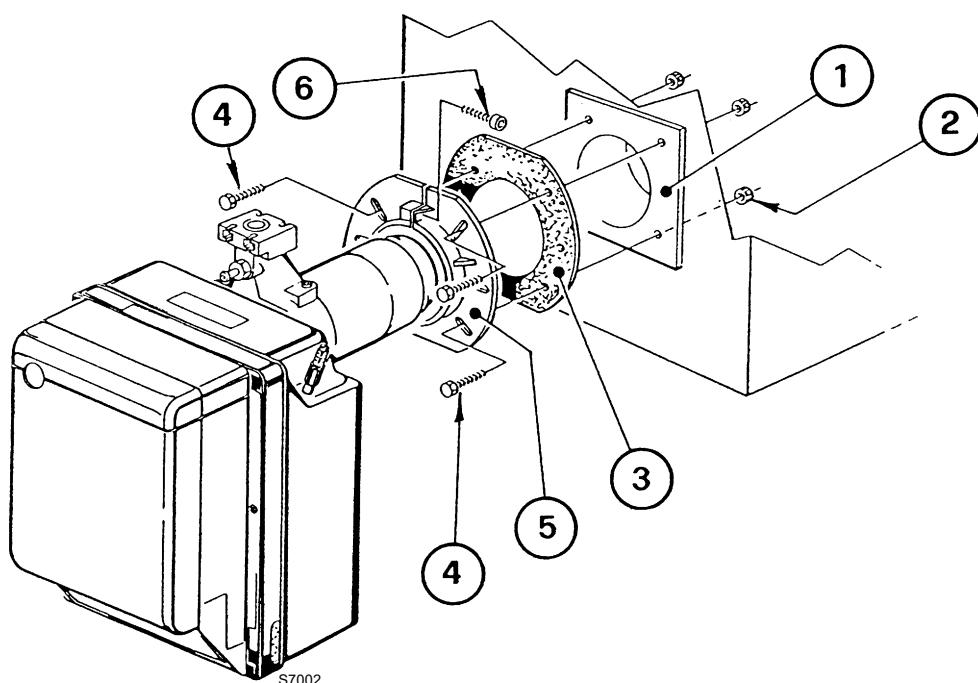

**Fig. 9**
- Ensanche, si fuese necesario, los orificios de la junta aislante (Fig. 9), procurando no dañarla.